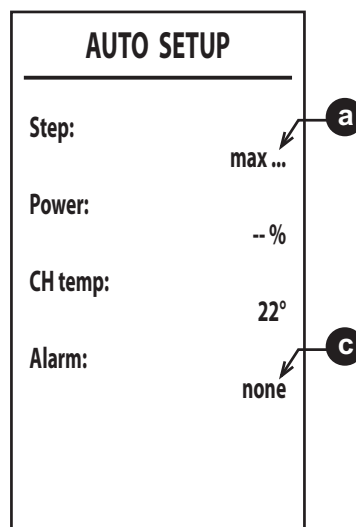

fig. 51
- Se la fase di accensione non va a buon fine, compare la scritta **[max_err]** al punto **a** e un codice di errore al punto **c** (fig. 51). Possibili cause per la mancata accensione sono elencate nella **Nota 2**. Uscire dall'Auto Setup con il tasto **↻**, risolvere l'anomalia e ripetere la procedura dal punto 1.